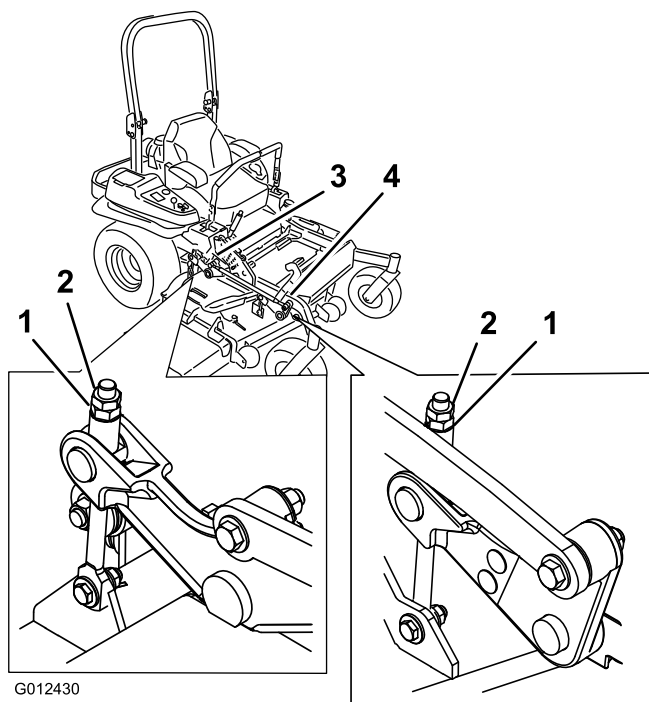

Figura 89
10. Gire la tuerca de ajuste del conjunto de elevación de la carcasa delantera para modificar la altura (Figura 89).
16. Gire la tuerca de ajuste del conjunto de elevación de la carcasa delantera para modificar la altura (Figura 89).